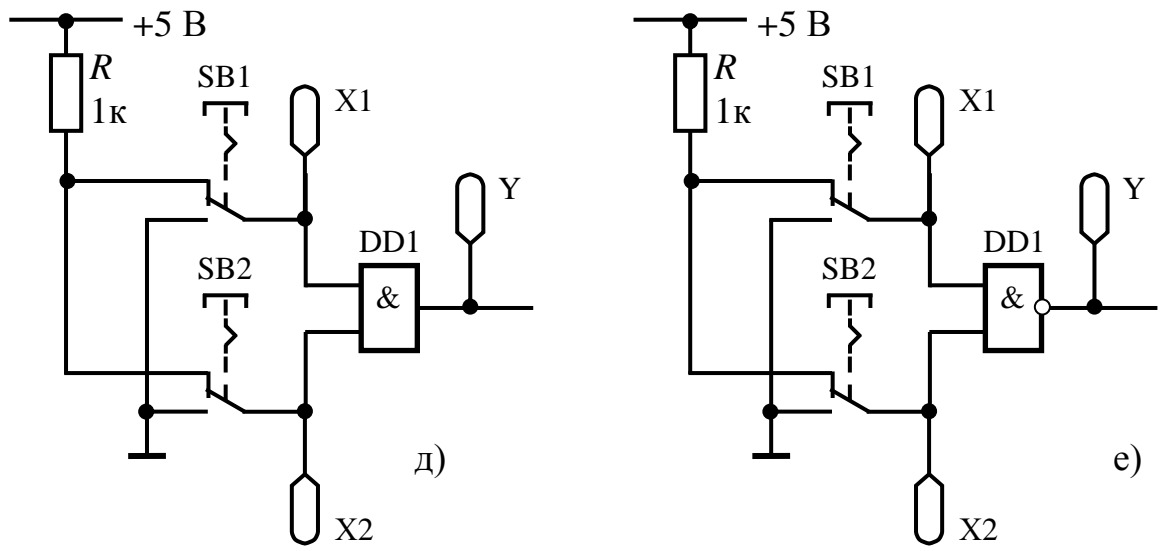
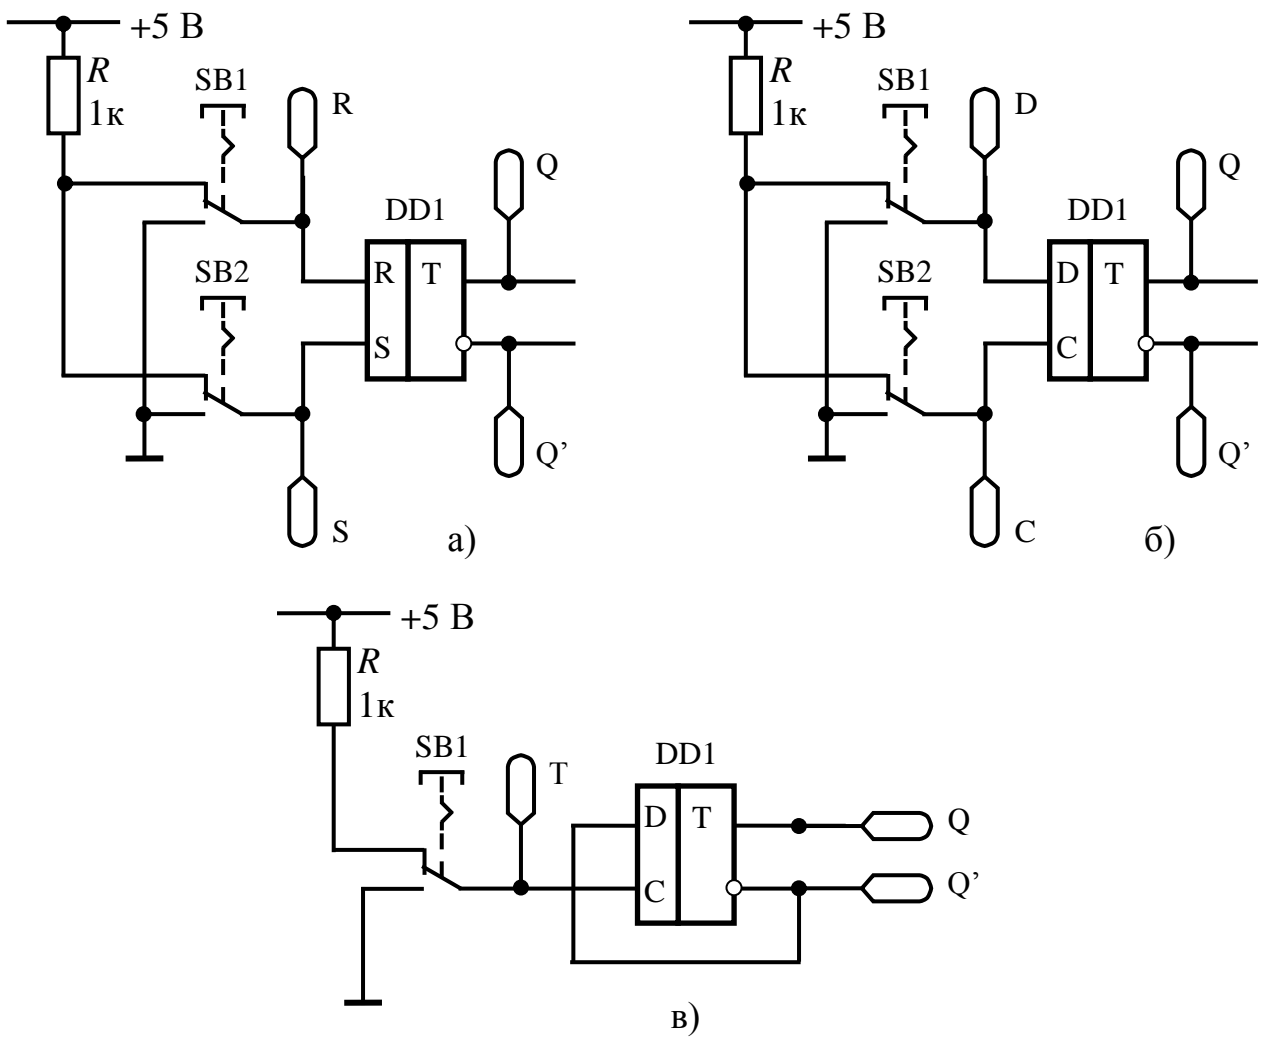

Рисунок 1 – Принципові електричні схеми для дослідження логічних елементів а) «НІ»; б) «Виключаюче АБО»; в) «АБО»; г) «АБО - НІ»; д) «І»; е) «І - НІ»
Рисунок 2 – Принципові електричні схеми для дослідження тригерів в інтегральному виконанні: а) RS - тригера; б) D - тригера; в) T - тригера
- 1.2. Скласти принципові електричні схеми для дослідження логічних елементів (рис. 1, а – рис. 1, е) і тригерів (рис. 2, а – рис. 2, в). Підготувати таблиці для запису результатів експериментальних досліджень.